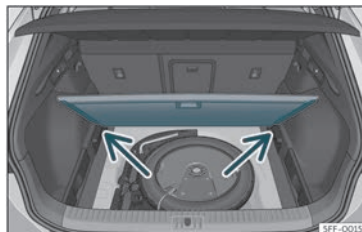

Fig. 110 Piso variable do maleteiro: posición inclinada.
- Apoie o piso sobre os aloxamentos previstos para tal uso»» **fig. 110** (frechas).